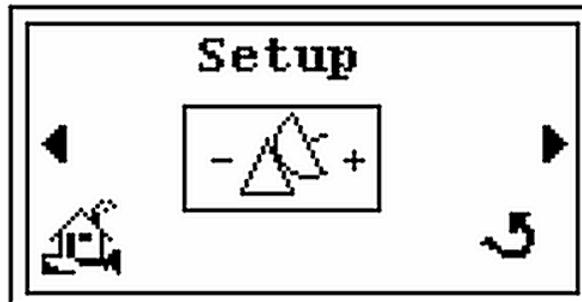

Figura 2-13 Schermata Setup (Impostazione)
3. Premere **►** per visualizzare la schermata *Setup* (Impostazione) (Figura 2-13).